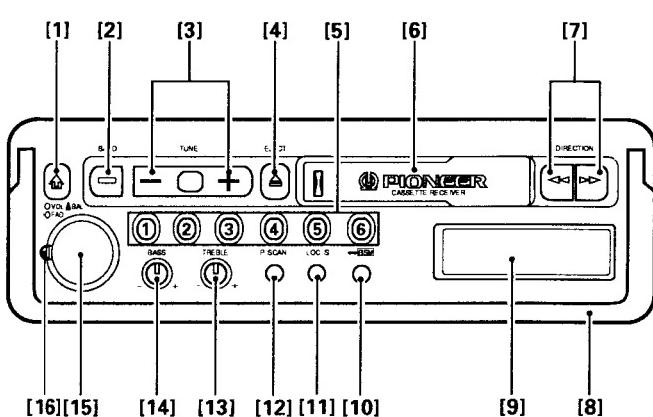

Fig. 1
#### (Fig. 1)
**Parts Identification****(Fig. 1)**